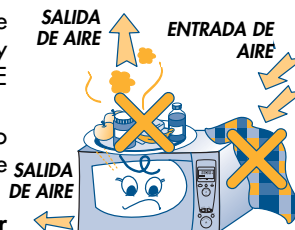

fig. 7
- 6) No obstruya los orificios de entrada de aire. En particular, no apoye nada encima del horno y compruebe que las ranuras de salida de aire y vapor (situadas sobre, bajo y/o detrás del aparato) estén SIEMPRE LIBRES (fig. 7).
- 7) Coloque el soporte (I) en el centro de la sede circular y apoye el plato giratorio (H). El perno (D) tiene que insertarse en la correspondiente sede en el centro del plato giratorio.